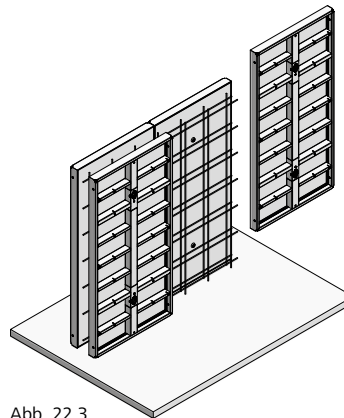

Abb. 22.3
2. Schließschalungselement stellen (Abb. 22.3).